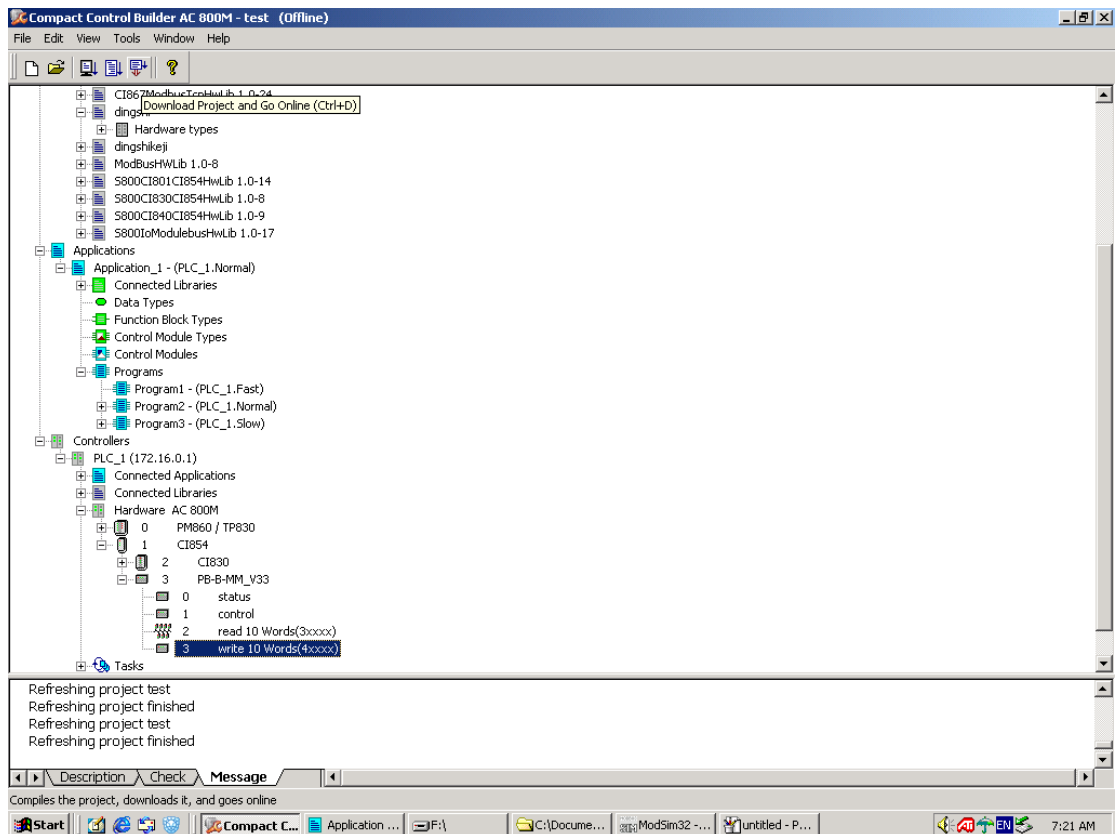

图 2-2
2、下面分别组态 status、control、read 10 words(3xxxx)、write 10 words(4xxxx)这几个插槽。(注意 status 对应位置必须为 0、control 必须为 1) 如图 2-2 所示